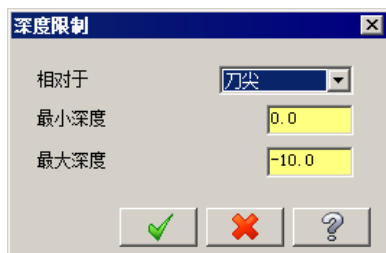

图 6.5.7 “深度限制”对话框
- **深度限制 (D)...** 按钮：要激活此按钮，需选中其前面的 **✓** 复选框。单击此按钮，系统弹出“深度限制”对话框，如图 6.5.7 所示。